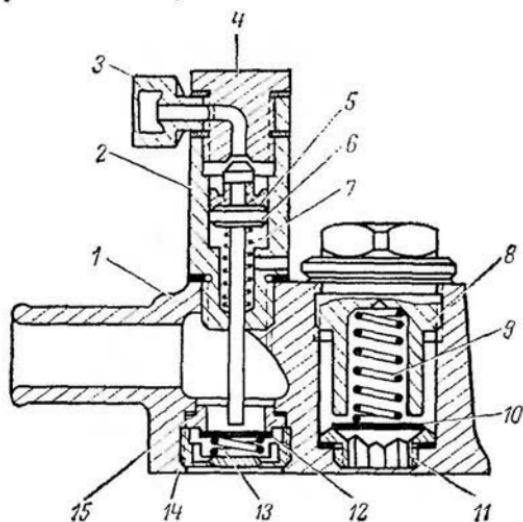

Рис. 115. Головка компрессора:
Компрессоры автомобилей с системой регулирования давления в шинах (ГАЗ-66-01, ГАЗ-66-02, ГАЗ-66-04, ГАЗ-66-05) отличаются от компрессоров автомобилей без этой системы (ГАЗ-66 и ГАЗ-66-03) тем, что в резьбовое отверстие головки компрессора над впускным клапаном вместо заглушки ввернут разгрузочный цилиндр (рис. 115).
снять переднюю и заднюю крышки, вынуть уплотнитель 14 и пружину 13 из гнезда коленчатого вала; снять цилиндр компрессора; спрессовать подшипники коленчатого вала и вынуть коленчатый вал 1; отвернуть пробку 8 (см. рис. 115) нагнетательного клапана, снять пружину 9 и клапан 10;
**Компрессор** автомобилей с системой регулирования давления в шинах в отличие от компрессора автомобилей без этой системы имеет разгрузочный цилиндр, ввернутый в резьбовое отверстие головки компрессора над впускным клапаном. При увеличении давления в системе до 5—5,5 кГ/см2 регулятор давления соединяет разгрузочный цилиндр с воздушным баллоном, в результате чего воздух под давлением поступает в разгрузочный цилиндр и перемещает поршень 6 (см. рис. 115) вниз. Шток поршня, переместившись вниз, открывает клапан 12 и соединяет, таким образом, полость цилиндра с воздушным фильтром двигателя, вследствие чего при ходе поршня компрессора вверх (ход сжатия) воздух вытесняется обратно в воздушный фильтр, а не в систему, т. е. компрессор работает без нагрузки.